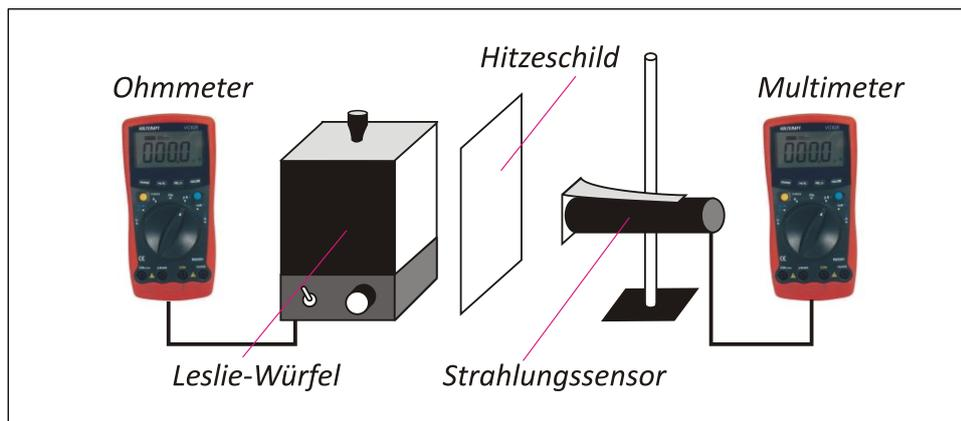

Bild 4: Versuchsaufbau Aufgabe 4
- Platzieren Sie den Strahlungssensor mittig im Abstand von **ca. $r=(3 \text{ bis } 4) \text{ cm}$** vor der schwarzen Seite des Leslie-Würfels (siehe **Bild 4**).